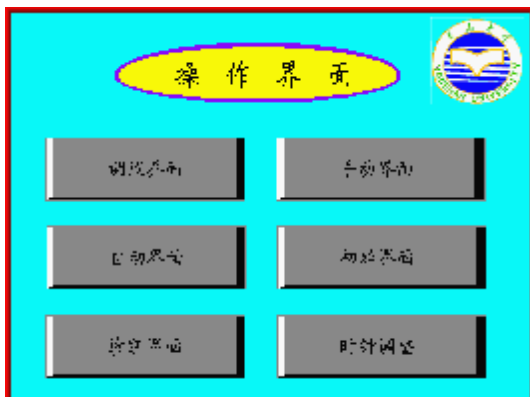
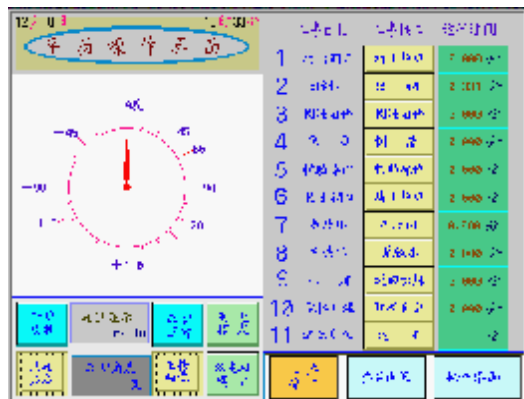

图 1-1 初始界面示意图
图 1-2 手动界面
1、图 1-1 为操作箱触摸屏界面，即控制信号的输入端。通过点击该触摸屏进入操作界面，然后根据提示，可以通过相应的界面按钮选择不同的操作方式。设备运行方式有三种：手动工作方式、自动工作方式、人机界面调试方式，例如图 1-2 为手动界面。认真阅读操作说明书，或在指导教师指导下，进行不同工作状况的操作，并学习出现故障的处理方式。